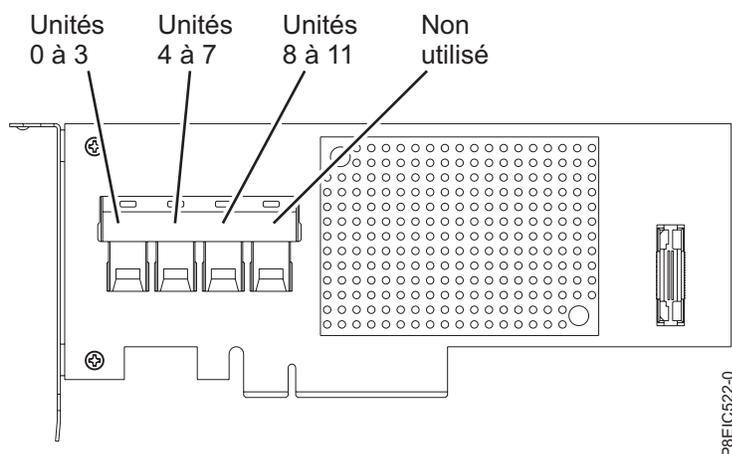

Figure 46. Câblage de la carte PCIe3 extra-plate 6 Gbits SAS/SATA RAID (FC EC3Y - PMC 71605E)
- a. Connectez les cordons d'interface de l'unité de disque à la carte RAID avant d'installer la carte. Voir figure 46, à la page 43.